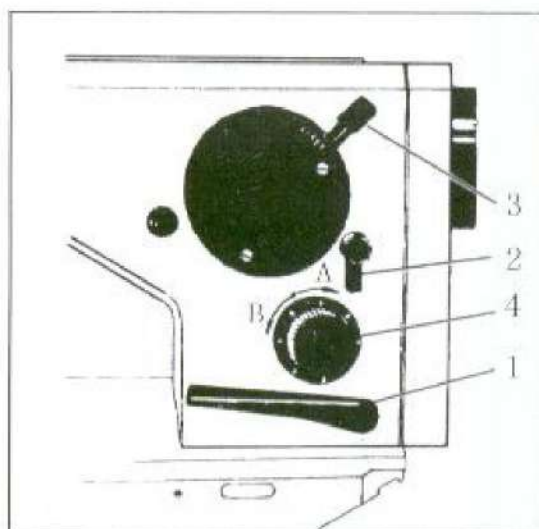

图9
19、调整线迹长度和倒缝（图9）：
20、调整线迹宽度：（图9）